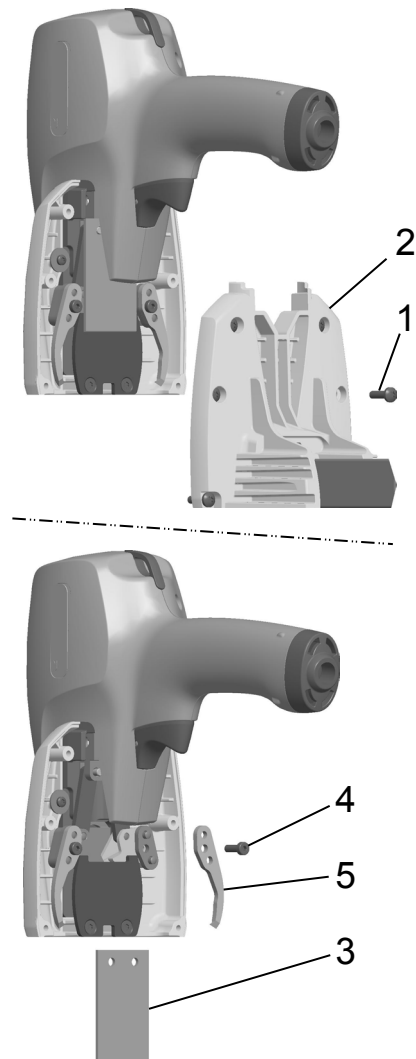

Fig. 11
- Demontera de sex skruvarna (Fig 11/1) som håller magasinet.